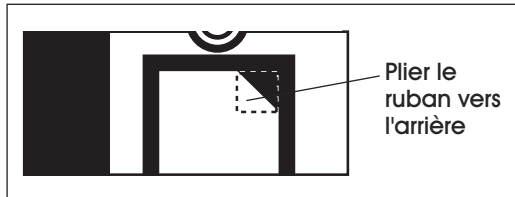

Figure 1
2. Posez le ruban au centre de la bobine et collez l'extrémité du ruban sur le rouleau d'alimentation en métal. Appuyez sur la touche Avancer jusqu'à ce que le ruban soit distribué à travers l'unité de coupe. Si le ruban n'avance pas à travers l'outil de coupe, pliez les coins du ruban pour former un triangle et redistribuez. (Voir Figure 1)